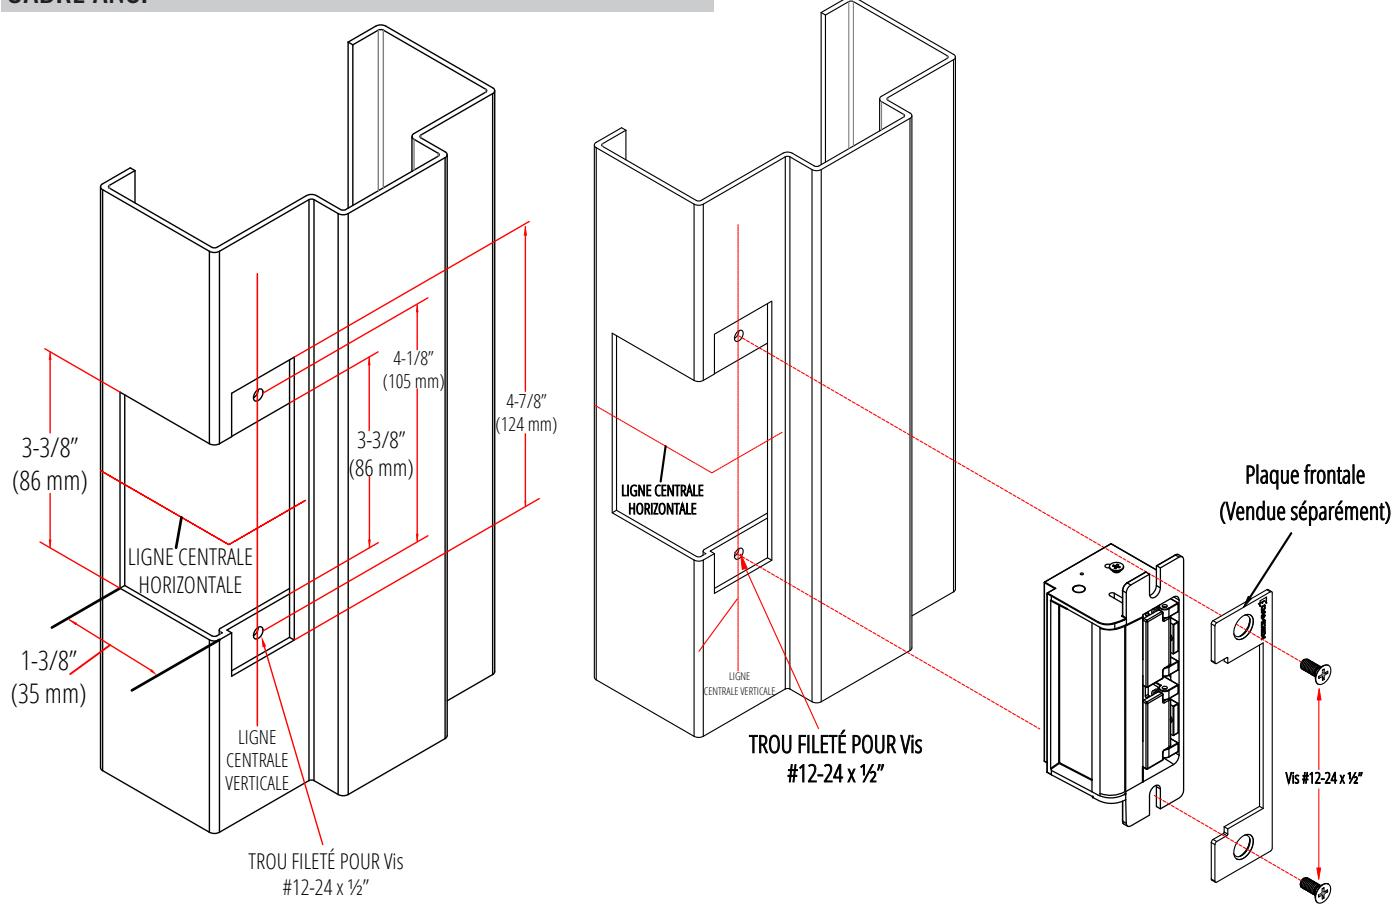

Figure 4.2 Dimensions de la découpe
1. Vérifiez que le chambranle de la porte a une découpe qui convient à l'assemblage de la gâche. Si ce n'est pas le cas, reportez-vous à la figure 4.2 pour obtenir des conseils.